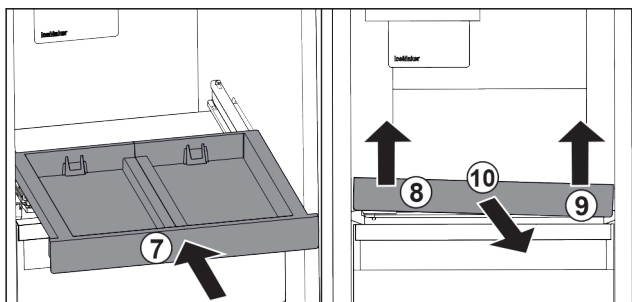

Fig. 91
- ▶ Вкарайте изтеглящата се дъска. Fig. 91 (7)
- ▶ Повдигнете изтеглящата се дъска отпред отляво. Fig. 91 (8)
- ▶ Повдигнете изтеглящата се дъска отпред отдясно. Fig. 91 (9)
- ▶ Извадете изтеглящата се дъска напред. Fig. 91 (10)